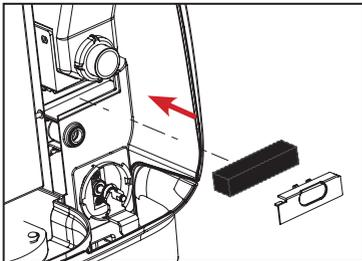

Abb. 2
1. Den Filter und die Filterabdeckung wieder ersetzen (siehe Abbildung 2).